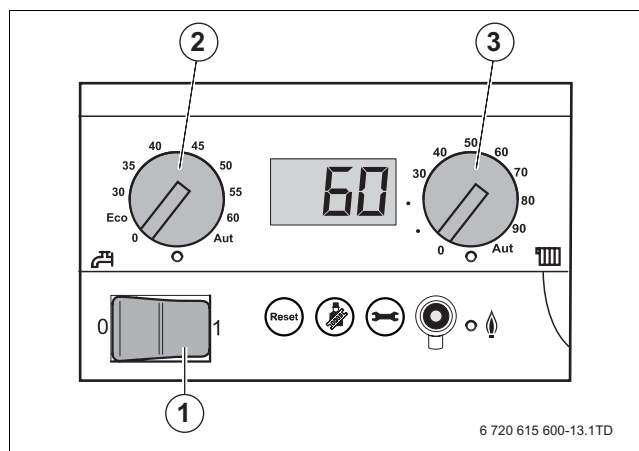

Bild 49 Manöverpanel på grundkontroll
- Ställ strömbrytaren på manöverpanelen i läge "1" (På) (→ bild 49, [1], sidan 38).
- ▶ Ställ huvudströmbrytaren (→ bild 49, [1], sidan 38) på grundkontrollens manöverpanel på "0".
- ▶ Ställ huvudströmbrytaren (→ bild 49, [1], sidan 38) på manöverpanelen i läge "1".